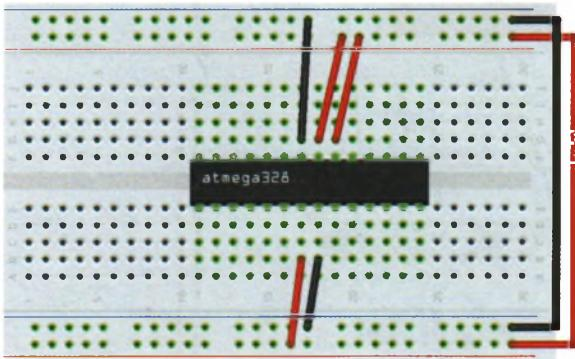

РИСУНОК 25.7
7. Подключите контакты 7, 20 и 21 микроконтроллера ATmega к ближайшей шине питания макетной платы, а контакты 8 и 23 — к шине заземления. Используйте перемычки для соединения шин питания и заземления по обеим сторонам платы, как показано на рис. 25.7.